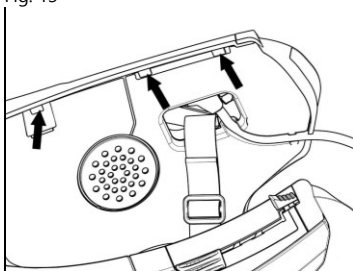

Fig. 15
- Sæt polstringens plastikbeklædning tilbage, ved at anbringe den bagved de to stopkroge (Fig. 15).